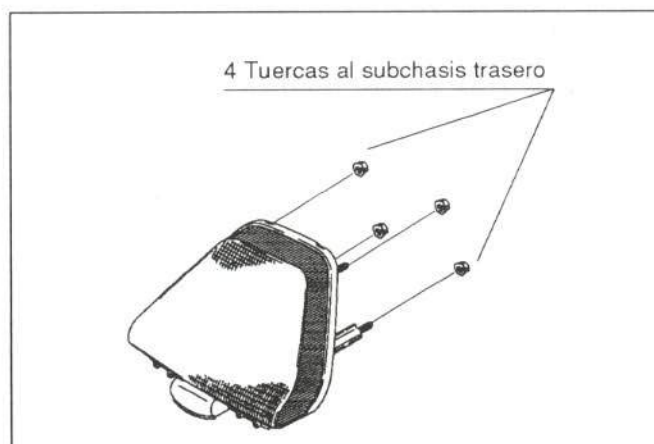

Figura 38.- Fijación del piloto
- Piloto trasero con luz de matrícula (figura 38)